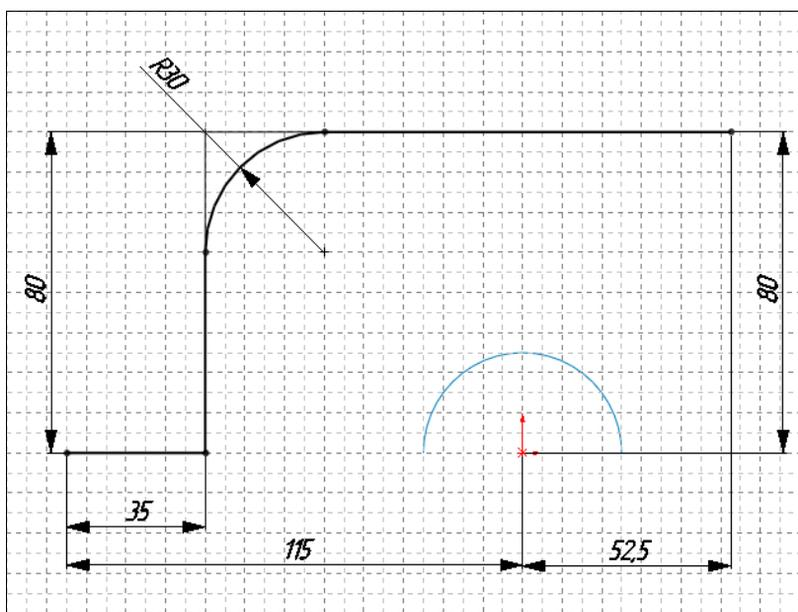

Рис. 2.95
4. Построим вторую поверхность: выберем снова плоскость **Спереди** и создадим эскиз второй поверхности (рис. 2.95).